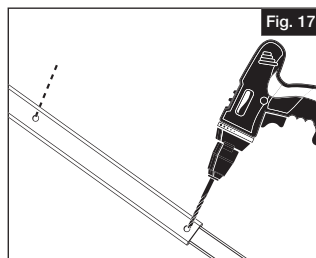

Fig. 17
- Percer des avant-trous à travers les deux trous dans le renfort au moyen d'une mèche de 1/8 po (3,2 mm). Puis, fixer le renfort au centre à la distance mesurée au moyen des deux vis no 8 x 3/8 po (9,5 mm) à bout plat fournies (Fig. 17).